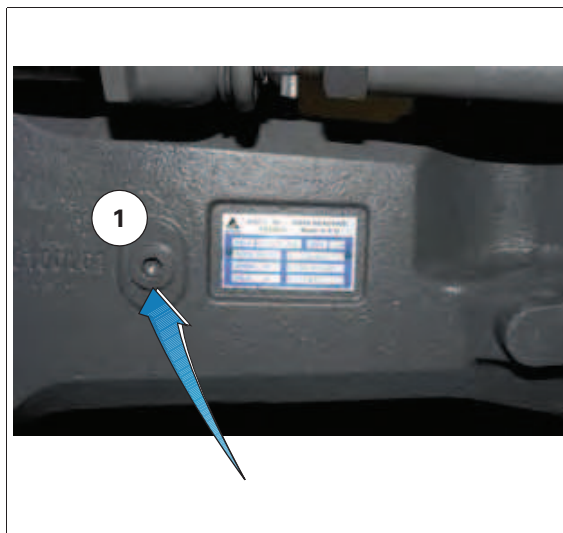

Fig. 1.
2. Retire el tapón de drenaje (2) y el tapón de llenado (1) *fig. 1*. Deje que el aceite se vacíe.